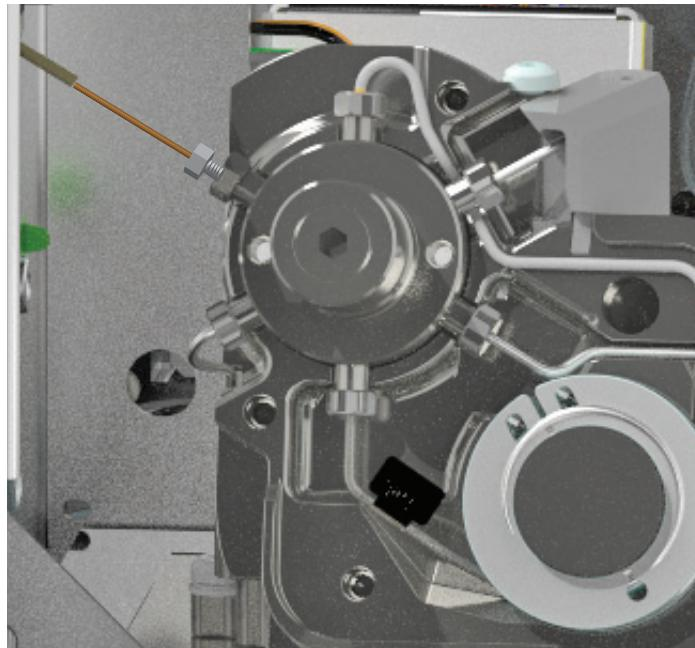

Рис. 28.     Линия передачи, прикрепленная к 6-портовому крану
- 14** Аккуратно вставьте кварцевую трубку в фитинг переходника (гайка диаметром 1/4" уже установлена в 6-портовый кран) до упора. Вставьте полиимидную ферулу с гайкой 3/16" в гайку 1/4". Закрутите рукой гайку 3/16", затем затяните ключом еще на 1/4 оборота. См. Рис. 28.